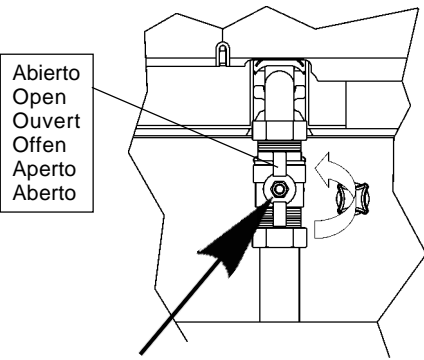
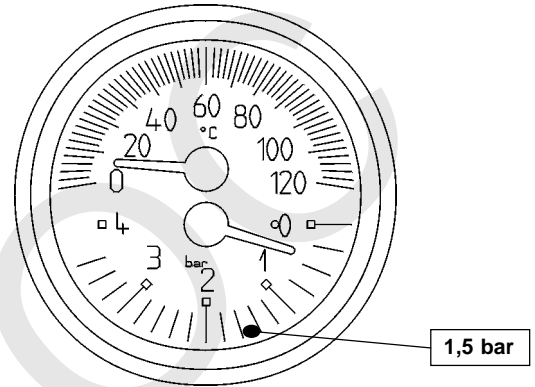

Fig. 3
Fig. 4
La presión del agua debe ser de 1.5 bar (ver Fig. 3). Para aumentar la presión del circuito, girar el volante de la llave de llenado (D) en el sentido contrario de las agujas del reloj, hasta alcanzar los 1.5 bar (ver Fig.4).